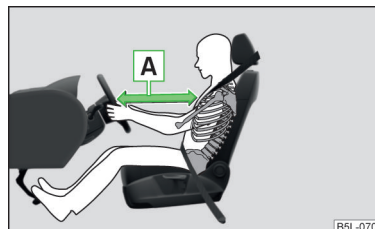

Fig. 8
Når airbaggene udløses, folder de sig ud foran føreren og forsædepassageren » Fig. 8 – [B]. Når føreren og forsædepassageren rammer de helt oppustede airbags, dæmpes deres bevægelse fremad, og risikoen for kvæstelse af hoved og overkrop reduceres.
- Det er vigtigt, at føreren og forsædepassageren holder en afstand på mindst 25 cm til henholdsvis rattet og instrumentpanelet [A] » Fig. 8. Hvis du ikke overholder minimumsafstanden, kan airbagsystemet ikke beskytte, som det skal – livsfare! Desuden skal forsæderne altid være indstillet korrekt, så de passer til kroppens størrelse.